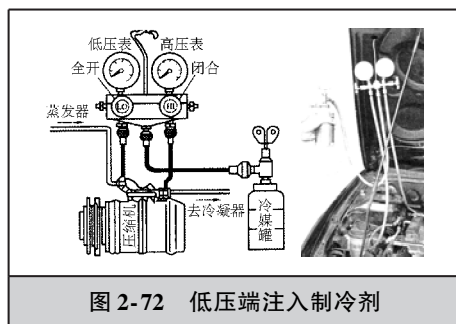

图 2-72 低压端注入制冷剂
2) 操作步骤：①如图 2-72 所示，将歧管压力表与压缩机和制冷剂罐连接好。②打开制冷剂罐，拧松中间注入软管在歧管压力表上端的螺母，直到听见有制冷剂蒸气流动的声音，然后拧紧螺母。目的是排出注入软管中的空气。③打开手动低压阀，让制冷剂进入制冷系统。当系统的压力值达到 0.4MPa 时，关闭手动低压阀。④起动车发动机，将空调开关接通，并将风机开关和温控开关都调至最大。⑤再打开歧管压力表上的手动阀，让制冷剂继续进入制冷系统，直至充注量达到规定值。⑥在向系统中充注规定量制冷剂之后从视液玻璃窗处观察，确认系统内无气泡、无过量制冷剂。随后将发动机转速调至 2000r/min，冷风机风量开到最高档，若气温在 30 ~ 35℃，系统内低压侧压力应为 0.147 ~ 0.192MPa，高压侧压力应为